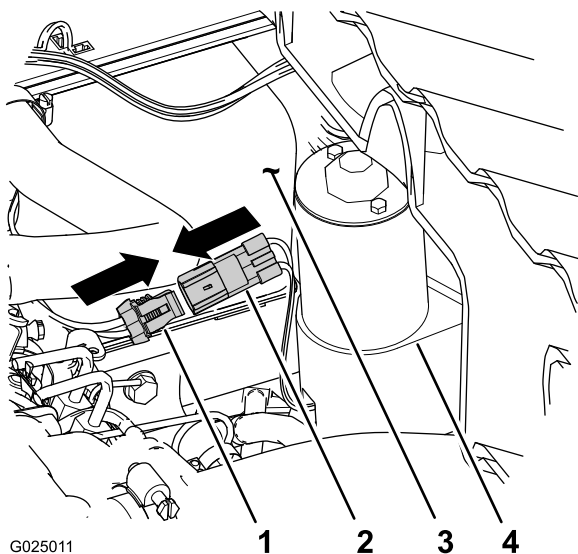

Figura 8
- Collegate il connettore elettrico a 2 prese del cablaggio preassemblato posteriore della macchina al connettore a 2 poli dell'attuatore di sollevamento (Figura 8).